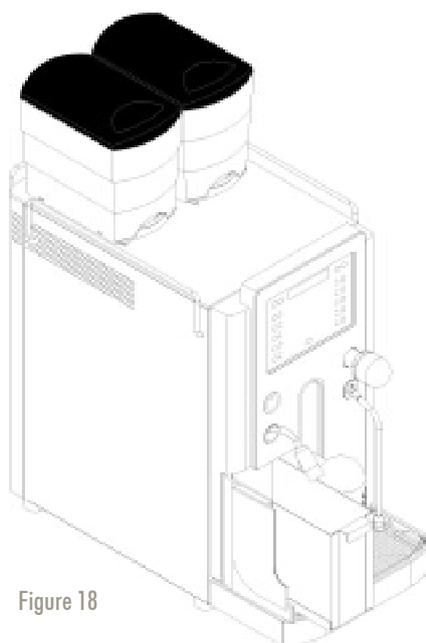

Figure 18
2. Ouvrez la porte du côté gauche et retirez le tiroir à marc (fig. 18).